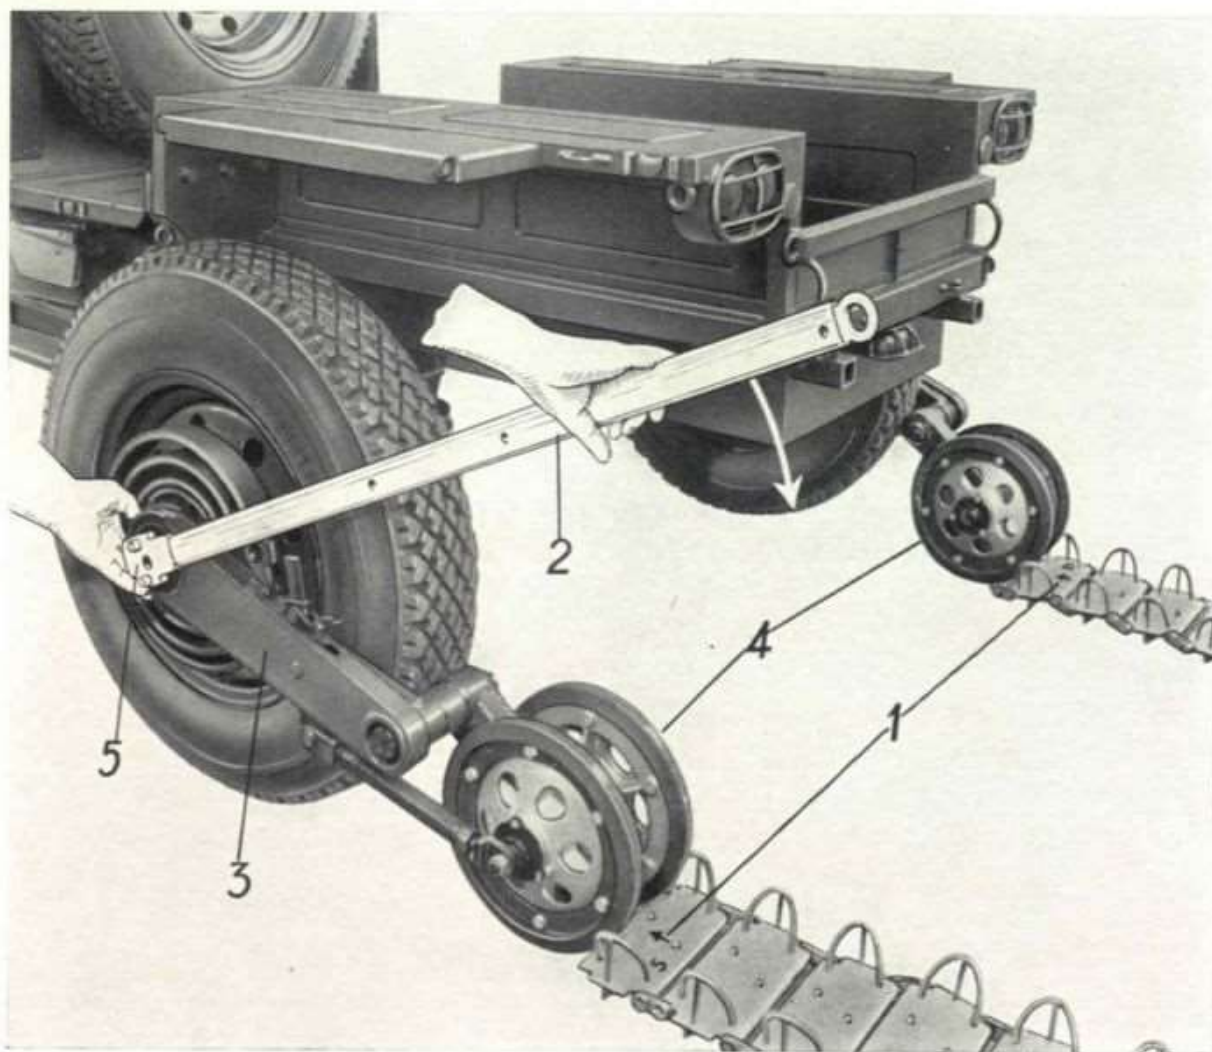

Fig. 16. - Montaggio cingoli.
destra e quello di sinistra, siano posti in corrispondenza della rispettiva ruota; a tal uopo su un elemento di ciascun cingolo sono stampigliate: una freccia indicante il senso della marcia e la lettera S o D (vedere 1 di fig. 16);
- 3° — tirare, verso l'esterno, il braccio porta-cingolo (3 di fig. 16) fino a disinnestarlo completamente dai denti frontali; ruotare poi il braccio verso il basso adagiando sul terreno i rotini porta-cingolo (4 di fig. 16);
- 4° — innestare l'apposita chiave e il braccio leva (5 e 2 di fig. 16) per il caricamento della molla a spirale nel supporto molla (per il cingolo destro la leva deve essere rivolta verso la parte anteriore del veicolo); spingere verso il basso con la mano destra l'estremità del braccio leva e premere con la mano sinistra sul braccio porta-cingolo verso l'interno del veicolo (vedere fig. 16) fino all'innesto dei denti frontali; ottenuto l'innesto, avvitare il tappo per bloccaggio braccio porta-cingolo;